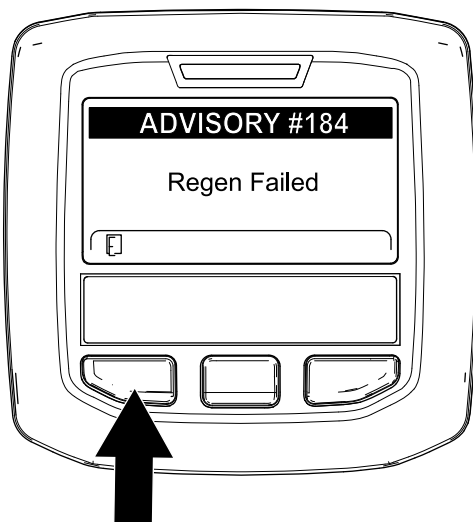

Figura 66
**Nota:** Si la regeneración no se realiza correctamente, el InfoCenter muestra Advisory #184 (Aviso n.º 184) (Figura 66). Pulse el botón de la izquierda para salir a la pantalla de inicio.